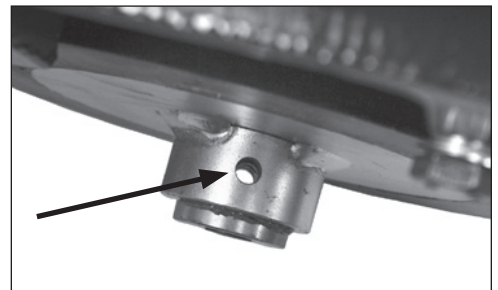

ABB. 2
1. Richten Sie Öffnungen von Radnabe und Achse bündig aneinander aus (Abb. 2).